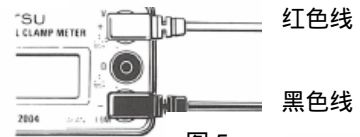

图 5
(2) 红色测量导线连接“VOLT”电压端口, 黑色测量导线连接“COM”端口, 如图 5 所示。